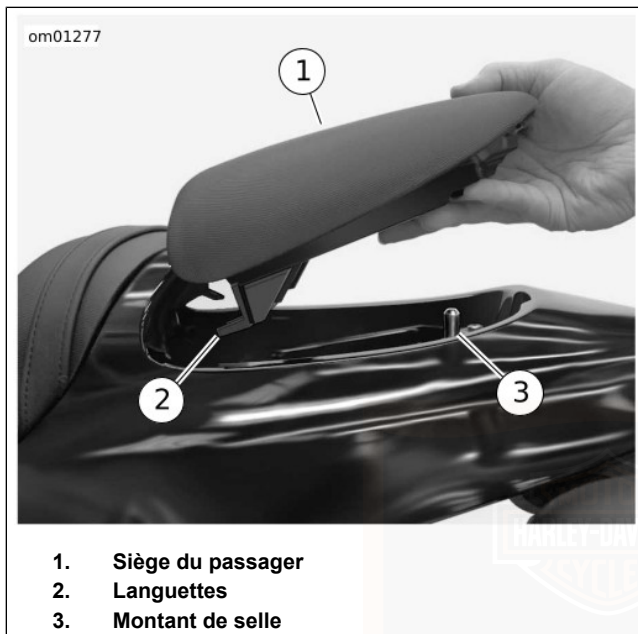

Figure 75. Siège du passager : modèle XR 1200
1. Voir Figure 75. Soulever l'arrière du siège du passager pour dégager l'œillet du montant de selle.
1. Voir Figure 75. Insérer le siège du passager dans le coffre, en alignant les languettes sur le siège du passager avec les fentes du coffre.